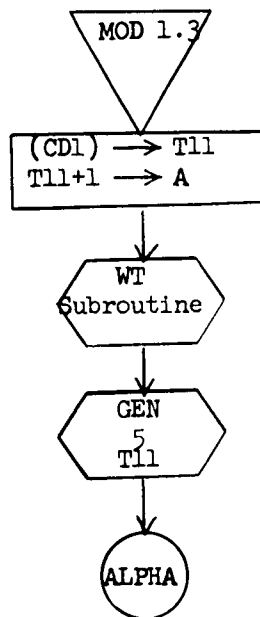

Figure 7.30 MODULE 1.3
7.3.7.3.1.3 MODULE 1.3 (Figure 7.30)